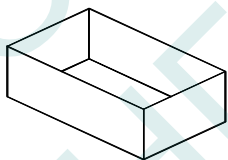

Рис.1.2 Пример поверхностной модели
2. *Поверхностная модель*- это модель, в которой физические объекты описаны *ограничивающими поверхностями*. Причем ограничивающие поверхности могут быть как в виде плоских многоугольников (отдельных граней), так и в виде поверхностей второго порядка, в том числе аналитически не описываемых. Эти поверхности в AutoCAD, в конечном счете, независимо от способа задания их пользователем, представляются набором граней - полигонов. Таким образом, процесс моделирования заключается в аппроксимации поверхности физического объекта многогранником, в котором гранями являются простейшие многоугольники. С помощью такой модели можно описать физический объект с формой любой степени сложности за счет уменьшения площади граней, что приводит к уменьшению отклонений от действительной его формы (рис. 1.2).